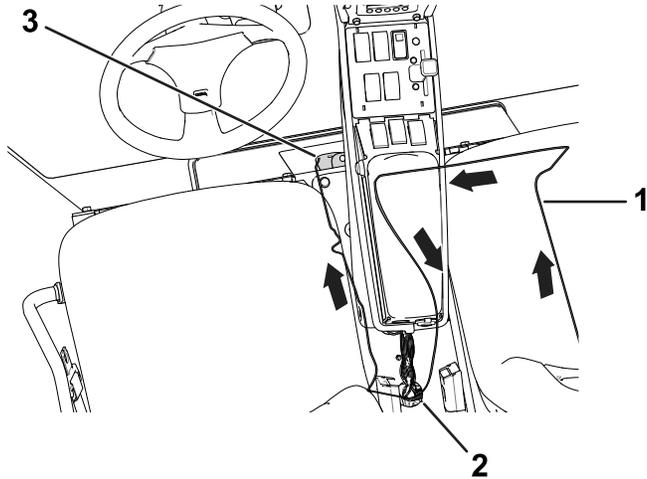
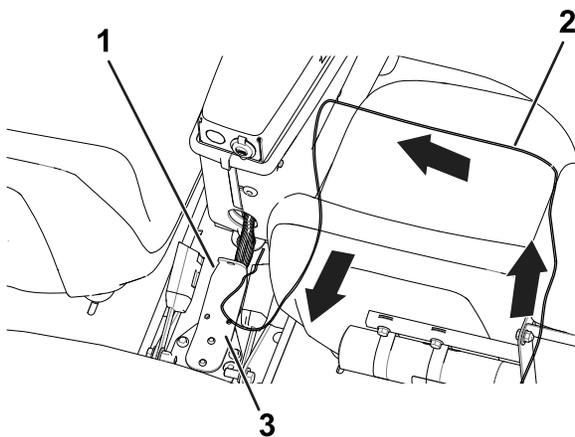

Figura 8
Figura 9
Disponete il tubo lungo il cablaggio preassemblato preesistente, attraverso l'apertura della consolle (Figura 9).
Disponete il tubo lungo il cablaggio preassemblato preesistente, attraverso l'apertura della consolle e verso la parte anteriore della base del sedile (Figura 8).
- Fissate i tubi al cablaggio preassemblato preesistente con fascette per cavi (Figura 9 o Figura 8).